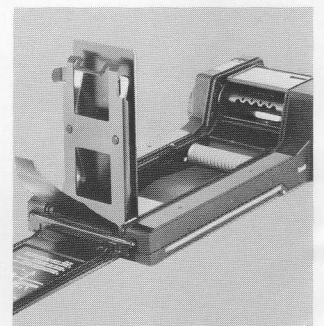

Fig. 4
- 3.2. Filmdruckplatte (13) in senkrechte Raststellung (Fig.4).
- 3.2. Swing up the film pressure plate (13) to engage upright (fig.4).
- 3.2. Verrouiller la plaque de serrage du film (13) en position verticale (fig. 4).